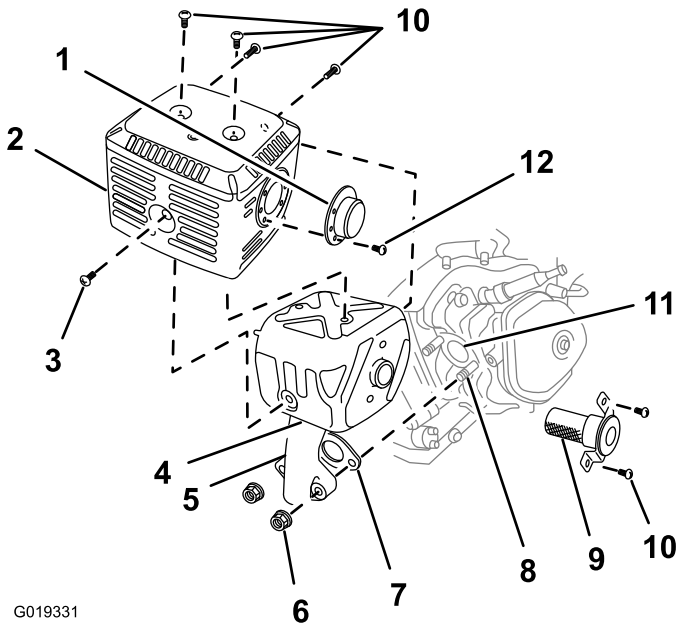

Figura 50
5. Retire las 2 tuercas (8 mm), y retire el silenciador del cilindro (Figura 50).
6. Retire los 3 tornillos (4 mm) del deflector del escape, y retire el deflector (Figura 50).
7. Retire los tornillos (5 mm y 6 mm) del protector del silenciador y retire el protector del silenciador (Figura 50).
8. Retire los tornillos (4 mm) del parachispas, y retire el parachispas del silenciador (Figura 50).